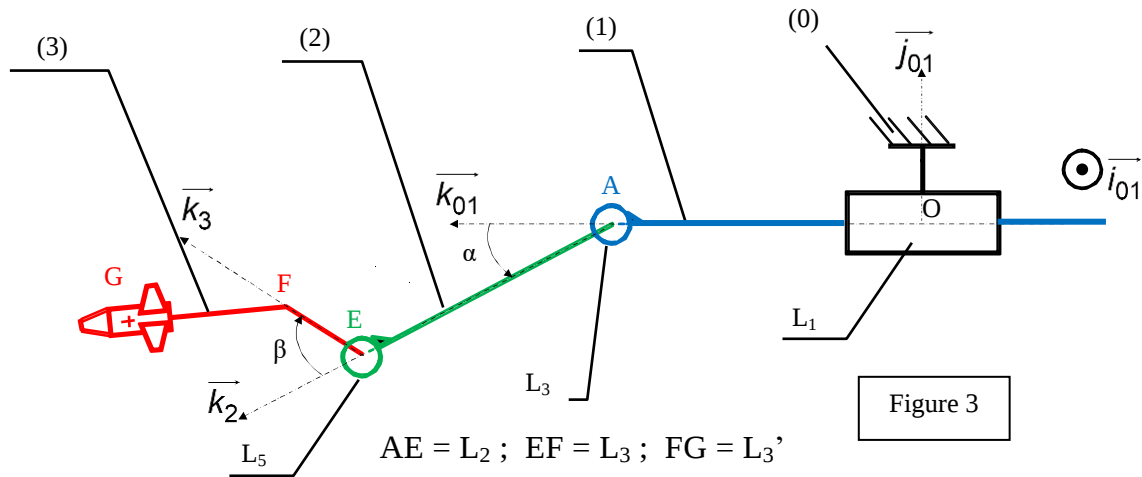

Figure 3
On se propose d'établir les relations dans un cas simple. **Seules les liaisons (L1), (L3) et (L5)** sont animées (voir le paramétrage sur la figure 3 ci-dessous). Dans ce cas, le bras de liaison BO est noté (0), l'ensemble (C1-B1) forme un solide noté (1), les deux parties du bras B2 forment un solide noté (2), les deux parties du bras B3 et la charge forment un solide noté (3).
Le rotor S_2 est en contact ponctuel sans glissement en B (voir figure 3) avec le pignon fixe du stator S_0 .